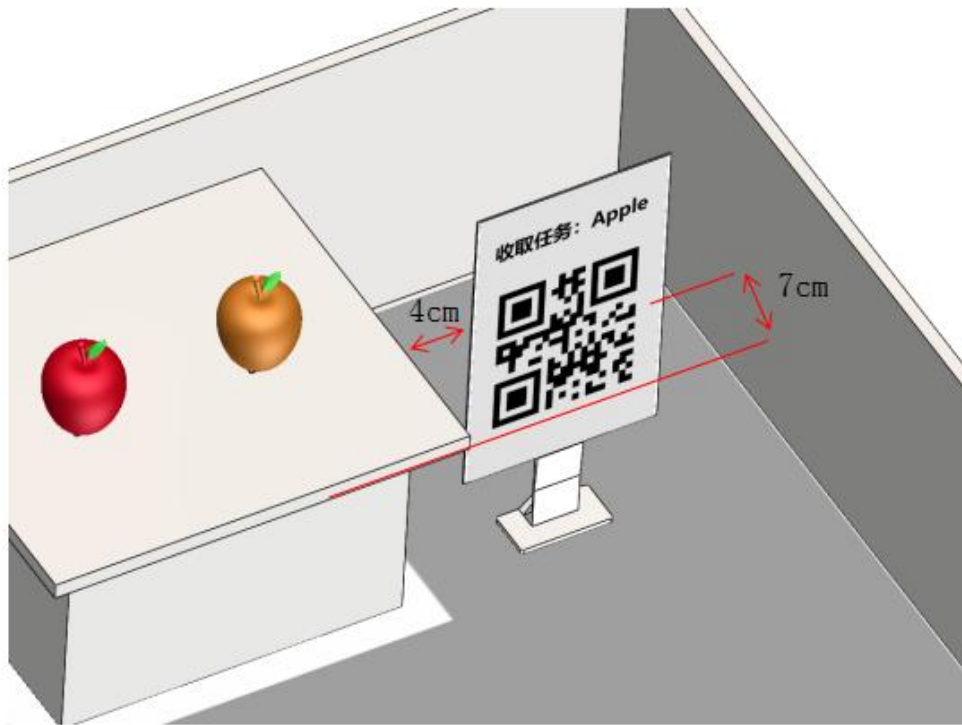

图5 收取任务二维码牌摆放位置
1. 收取任务二维码放置在如图5所示位置，A4纸大小，可通过附件1、2进行打印测试。
9. 收取任务二维码牌摆放位置，摆放位置误差为 $\pm 2\text{cm}$ 。如图5所示。